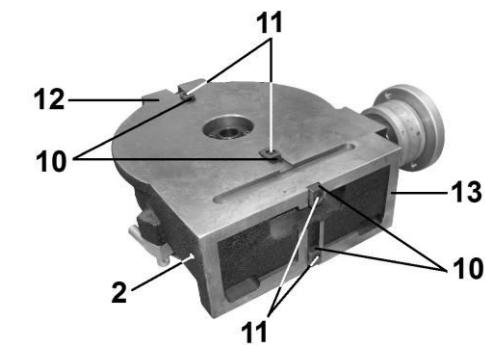

Рис. 3
4.2. Установите из комплекта поставки в соответствующие резьбовые отверстия в пазах на поверхности (12) и в пазах поверхности (13) на обратной стороне корпуса (2) (Рис. 3) установочные шпонки (Е, 10). Положение зафиксируйте винами (Д, 11).